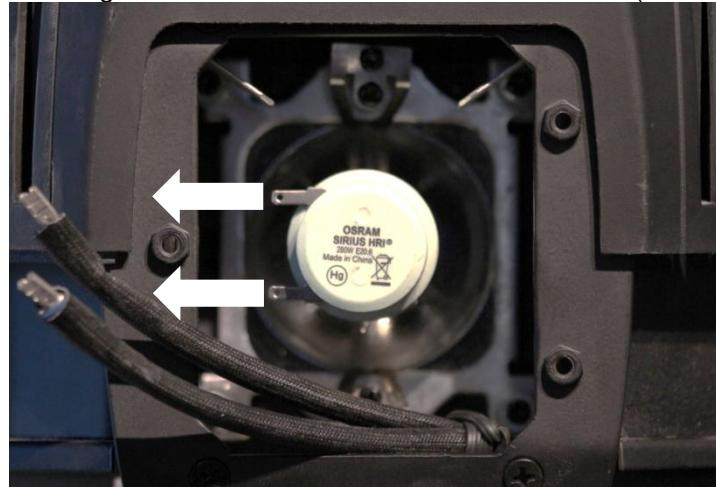

Abbildung 3 – Kabel sind abgezogen
- Ziehen Sie die Kabel vorsichtig von den Anschlüssen des Leuchtmittels ab (Abbildung 3)